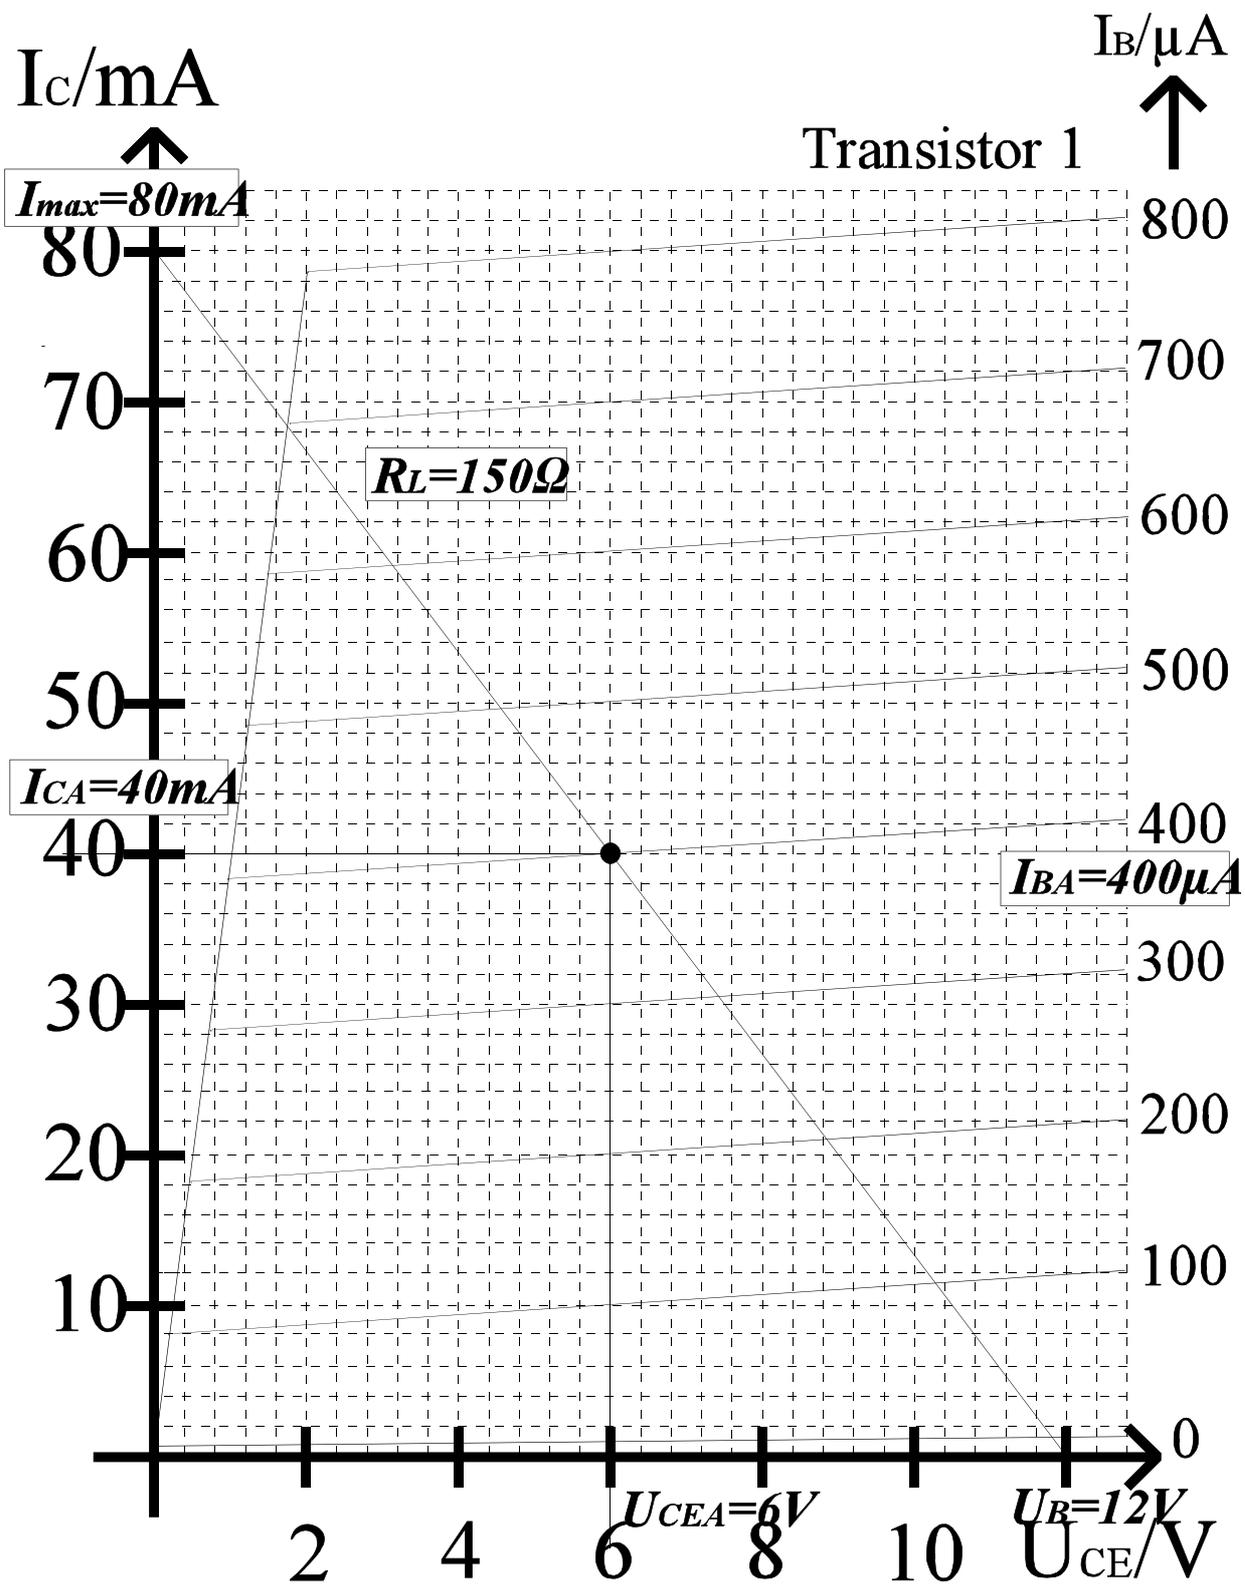

Abb. 14
1. Zeichnen der  $R_L$ -Gerade und Bestimmung des Wertes von  $R_L$  (Abb. 14)
2. Bestimmung des Basisstromes im Arbeitspunkt aus dem Kennlinienfeld (Abb. 14)